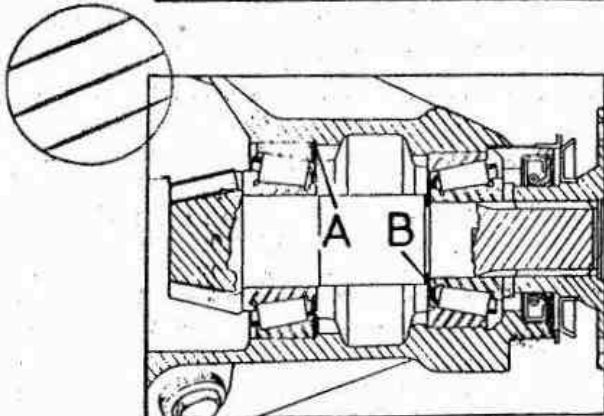

Fig. E -43 Suplementos de ajuste del piñón de ataque
- 4.03. Llevar a cabo los ajustes necesarios para obtener la precarga correcta, cambiando el espesor de los suplementos (Fig. E -43). Si se montan suplementos más gruesos, se reducirá la precarga y si se montan de menos espesor se aumentará la precarga. Se dispone de suplementos en una gama amplia de espesores.